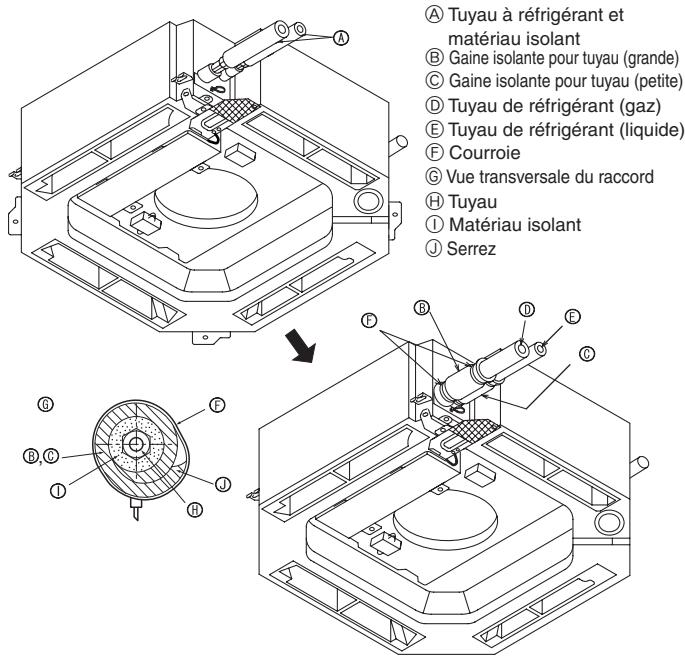

Fig. 3-3
⑧ Appliquer de l'huile réfrigérante sur toute la surface évasée du fond.
3.3. Appareil intérieur (Fig. 3-3)